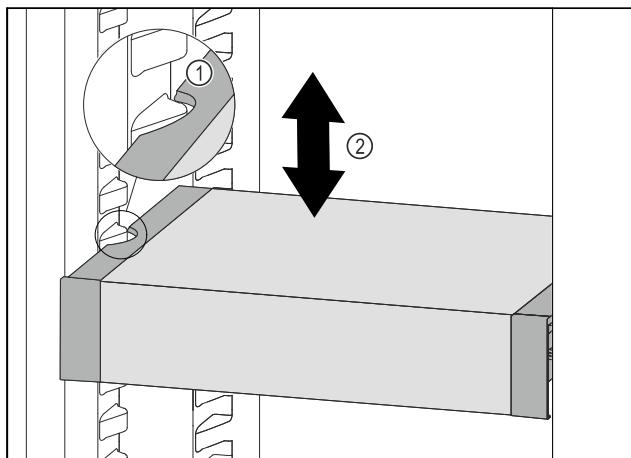

Fig. 41
- Изтеглете VarioSafe напред, докато страницните прорези на VarioSafe се намират на височината на реброто на съда в хладилната част. Fig. 41 (1)
- Преместете VarioSafe нагоре или надолу в хладилната част, докато се достигне желаната височина. Fig. 41 (2)